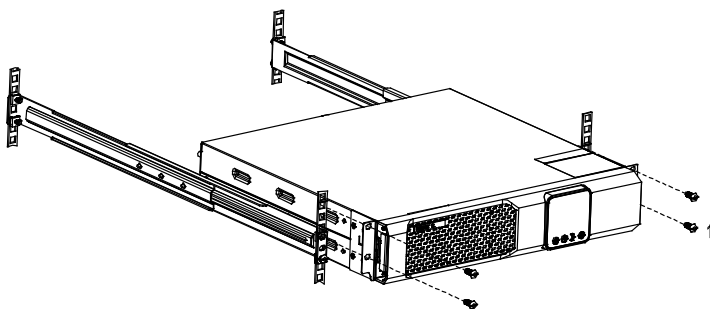

Fig. 21 : Préparation au remplacement des batteries
1. Retirez les quatre vis à tête cylindrique M6x16 (voir Figure 21).